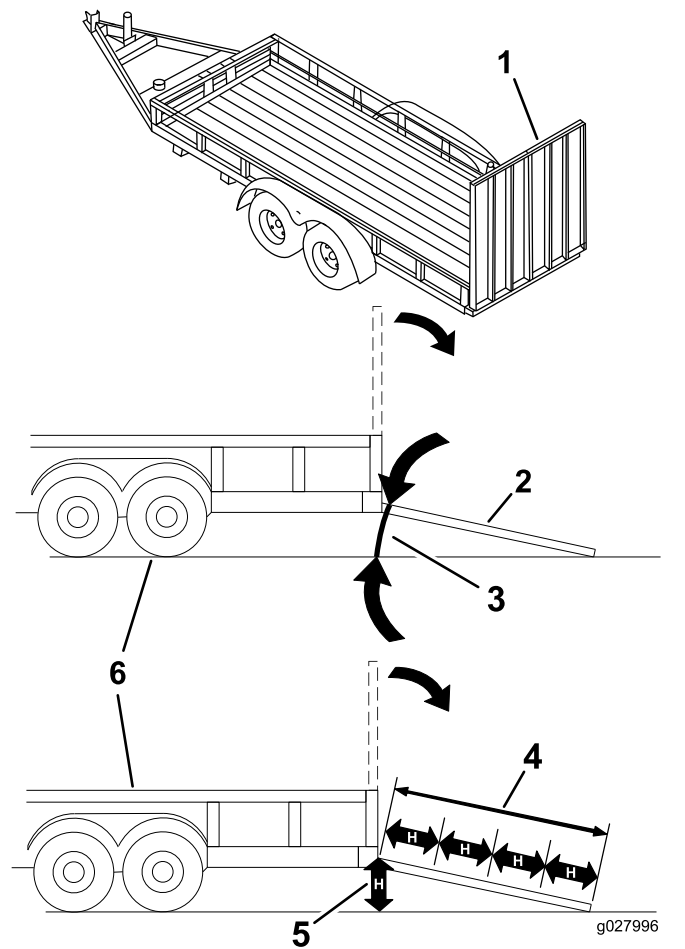

Figura 14
El cargar la máquina en un remolque o un camión aumenta la posibilidad de un vuelco y podría causar lesiones graves o la muerte (Figura 14).
3. Baje la rampa, asegurándose de que el ángulo entre la rampa y el suelo no supera los 12 grados (Figura 14).
1. Baje la rampa, asegurándose de que el ángulo entre la rampa y el suelo no supera los 12 grados (Figura 14).